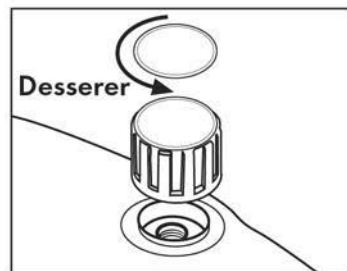

Fig. 16
Décharger la pression dans la chaudière en débranchant l'interrupteur chaudière (11) et en faisant décharger toute la vapeur en intervenant sur le bouton vapeur (18) situé sur la poignée, éteindre ensuite l'interrupteur général (10). Après avoir laissé refroidir la chaudière d'une manière adéquate, débrancher la fiche de la prise de courant et ouvrir doucement le bouchon de sécurité (Fig. 16).